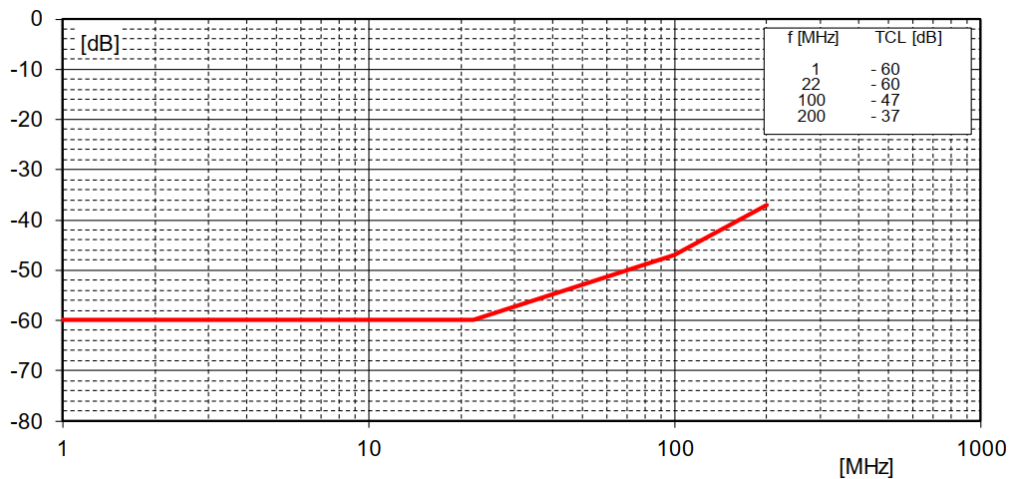

图 6-39 TC8 上 ECU 的 MDI 模式转换损耗门限
(2) TC8: OPEN Alliance Automotive Ethernet ECU Test Specification 规定，DUT 配置为从模式且端接电阻为 100Ω 下，DUT 不能发送任何的数据，MDI 模式转换损耗应在下述规定的范围中，如图 6-39 所示。